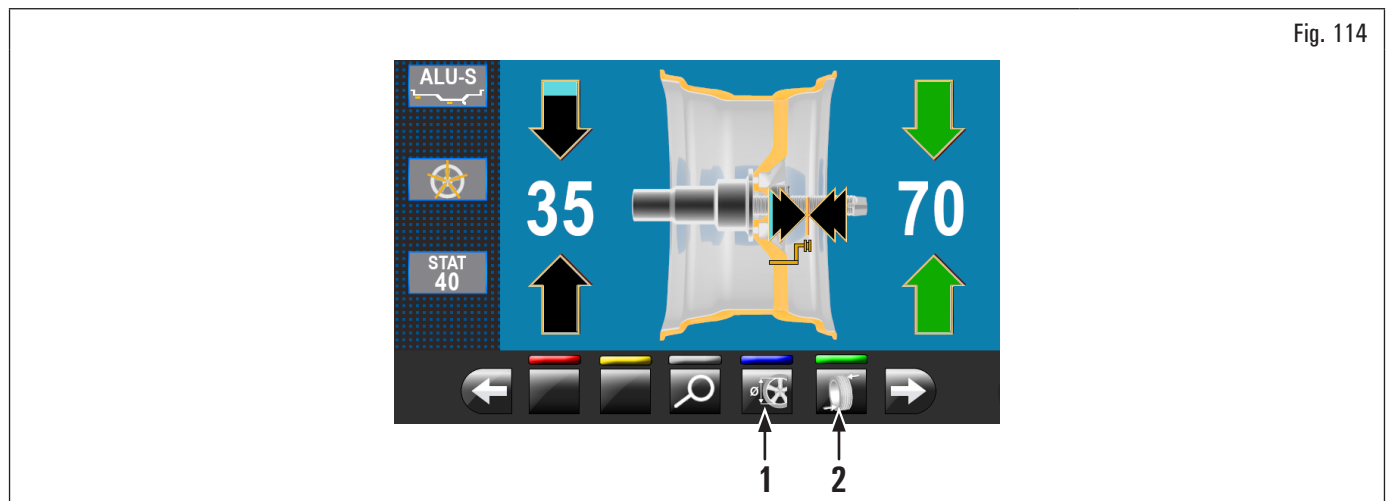

Fig. 114
1. dalla pagina applicazione pesi lato esterno ruota (vedi Fig. 114) premere il pulsante "programmi e acquisizione misure" (Fig. 114 rif. 1).
3. premere il pulsante **R** per eseguire il ricalcolo del valore del peso da applicare nella nuova posizione impostata. A video viene riproposta la videata (Fig. 114) con i valori eventualmente aggiornati;
4. nel caso in cui l'operatore ritenga di voler modificare il punto di applicazione del peso adesivo "lato interno ruota", è sufficiente premere il pulsante (Fig. 114 rif. 2). La ruota, il laser e la videata si predispongono all'applicazione di tale peso.